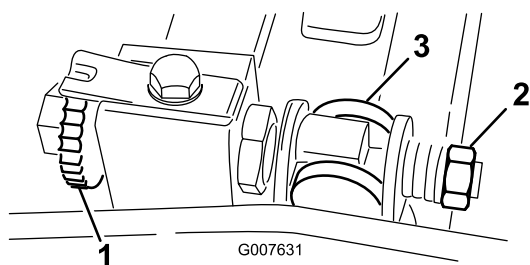

图55
1. 逆时针旋转底刀架调节螺丝将底刀后撤离滚刀图 55。
2. 退出弹簧加压螺母直到垫圈不再对底刀架图55 施压。